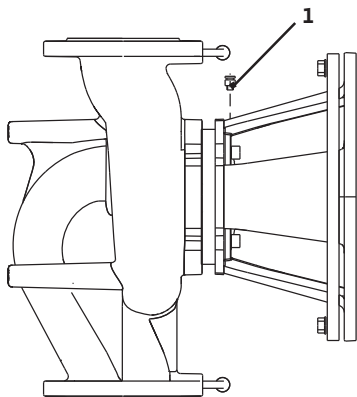

Fig. 43: Oro pašalinimo vožtuvas
- Atlaisvinkite oro šalinimo vožtuvus ir pašalinkite orą iš siurblių (Fig. 43, poz. 1). Dėl sausos eigos sugadinamas siurblio mechaninis sandariklis. Šalinti oro iš diferencinio slėgio jutiklio negalima (galima sugadinti).